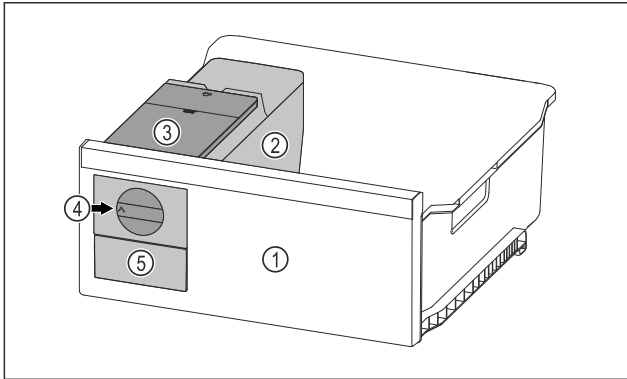

Fig. 102 Примерное изображение
- ▶ Поверните поворотную кнопку Fig. 102 (4) по часовой стрелке до упора.
- ▷ Кубики льда упадут из ванночки для кубиков льда в выдвижной ящик для кубиков льда Fig. 102 (5).